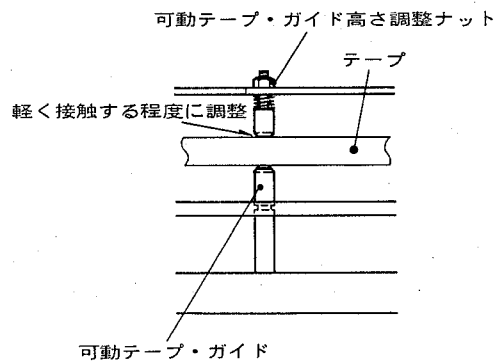

図17 可動テープ・ガイド高さ調整
- 可動テープ・ガイドは、ガイド上側にテープがカールしない程度に軽く接触するよう高さを調整する。(図17) (調整後ネジ・ロック塗付のこと)。